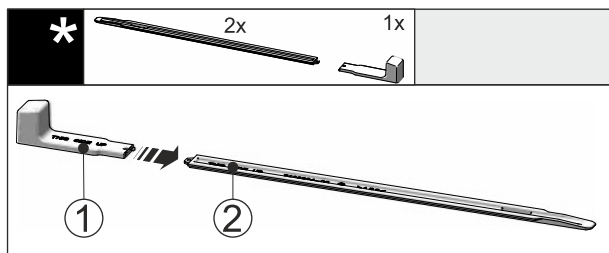

Fig. 54
- ▶ Τοποθετήστε τη λαβή τοποθέτησης Fig. 54 (1) στη ράγα ευθυγράμμισης Fig. 54 (2).